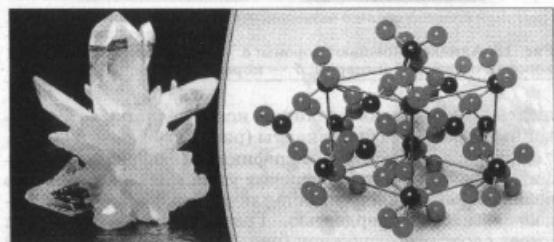

Рис. 16. Кварц — вещество с атомной кристаллической решеткой
Атомные кристаллические решетки имеют не только простые, но и сложные вещества, например, все разновидности оксида алюминия (рис. 15): наждак, корунд, рубин, сапфир. Наиболее распространенное в не живой природе соединение с атомной кристаллической решеткой — это оксид кремния (IV). Почти чистым оксидом кремния (IV) является минерал кварц (рис. 16).